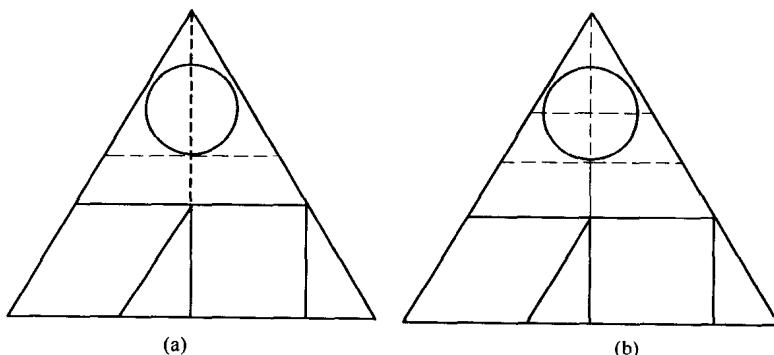

图 1-2 七巧板的下料图
形等形状组成。下面要介绍的七巧板在设计方面有新的突破，增加了圆形与圆弧形，这样的七巧板拼出的图案将会更加抽象、有趣。七巧板的下料图，如图 1-2 所示。
按图 1-2 (a) 制作的七巧板包括圆形、正方形、直角三角形、平行四边形等六种图形，还可拼出等腰梯形、不等腰梯形、等腰三角形、等边三角形等图形。图形中有 30° 、 60° 、 90° 等角，还可拼出 120° 、 150° 等角。这套七巧板可叫做数学七巧板，但画图时需要计算正方形的边长与等边三角形内接圆的半径。
先在木板上画出等边三角形的边长（自己确定），再按图 1-2 (a) 或图 1-2 (b) 所示方法画线，画线时要考虑锯割余量问题。按图 1-2 (a) 所示方法画图时，先作等边三角形的垂线，再用直角三角板（两个直角边均带刻度）作直角三角形的内接正方形。画圆时先画一条平行于底边的虚线，再确定其内接圆的半径。最后画平行四边形时，按图 1-2 (b) 所示方法先将等边三角形的边或高分为三等份，再画出如图所示的各种图形。
(1) 如果等边三角形的边长为 120 mm，按图 1-2 (a) 所示方法画图时，计算正方形的边长为多少？你用直角尺测量的实际值和计算值之间的误差是多少？
(2) 通过计算和测量两种方法，找出等边三角形边长和内接圆半径的关系。
(3) 用自己制作的七巧板，拼摆出你最喜欢的图案，并与其他同学进行交流。
(4) 等边三角形的高可将其分成两个相同的直角三角形。在直角三角形中，内接正方形有两种，按图 1-2(a)所示的内接正方形是其中的一种，另外一种内接正方形的边长是多少？请画出下料图。